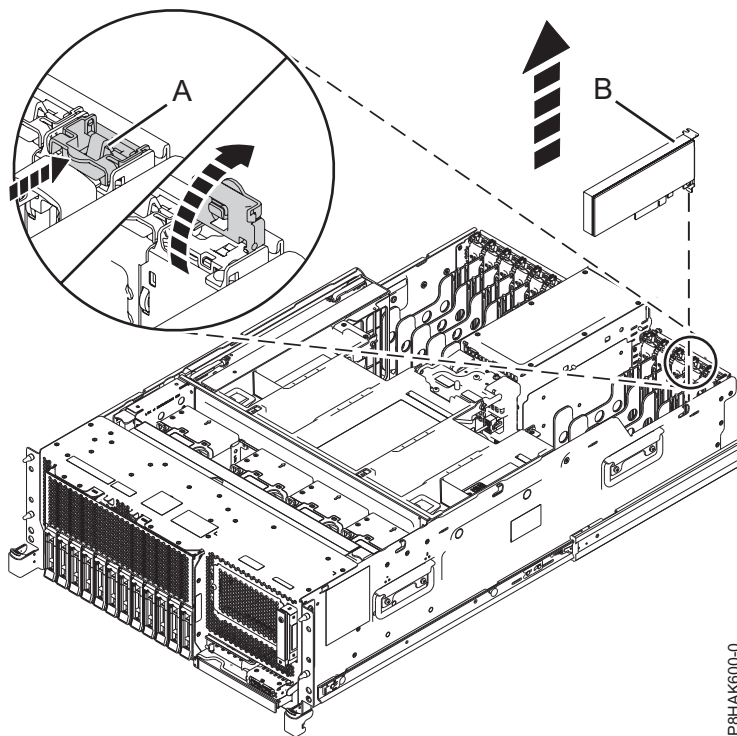

Figura 60. Extracción de una adaptador PCIe de un sistema montado en bastidor
6. Para establecer el pestillo del adaptador (**A**) en la ranura de destino en la posición de abierto, gire el pestillo (**A**) en la parte posterior del sistema, en la dirección que se muestra en la Figura 60 en la página 70 y Figura 61 en la página 70.
7. Sujete con cuidado el adaptador (**B**) por el borde superior o la contrapunta, y extráigalo de la ranura, como se muestra en la Figura 60 en la página 70 y Figura 61 en la página 70.